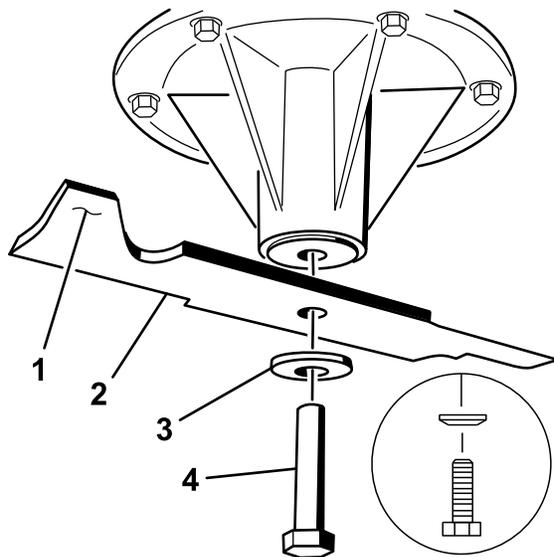

Figure 76
- Enlevez de l'axe, le boulon, la rondelle bombée et la lame (Figure 76).